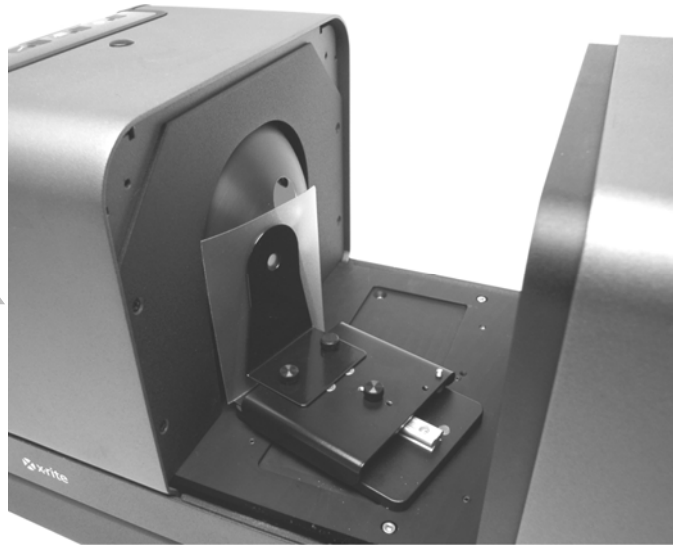

Abb. 7. Transmissionshalter vor der Kugel (totale Messung)
2. Ziehen Sie die Klammer zurück und platzieren Sie die Probe zwischen Klammer und Halterung (siehe Abb. 7 und 8). Sie können die Feststellschrauben der Grundplatte kurzzeitig fester anziehen, um die Klammer während der Platzierung in Position zu halten. Lassen Sie die Probenklammer/Grundplatte langsam los, um die Probe sicher in Position zu halten.